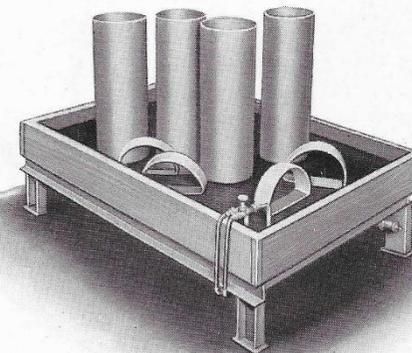

Abb. 2
- 2) heizbares Wasserbad, etwa 50 mm Wassertiefe (Abb. 2)
in das Bad eintauchen (Abb. 2). Nachdem die Fiber genügend geweicht ist, wird der geschweißte Drahring über das Kopfende gezogen, die Fiber von Hand nach außen umgebogen und über den Drahring gelegt. Durch Anhalten einer Meßlatte an zumindest vier Stellen des oberen Randes ist die gleichmäßige Höhe der Kanne zu prüfen. Das ebenfalls im warmen Wasser zu einem Teil geweichte Stoßband (Abb. 2) wird über den unteren Teil des Zylinders gezogen. Nach etwa zwölfständiger Trockenzeit haben sich sowohl der umgebogene Fiberrand als auch das Stoßband fest angelegt.